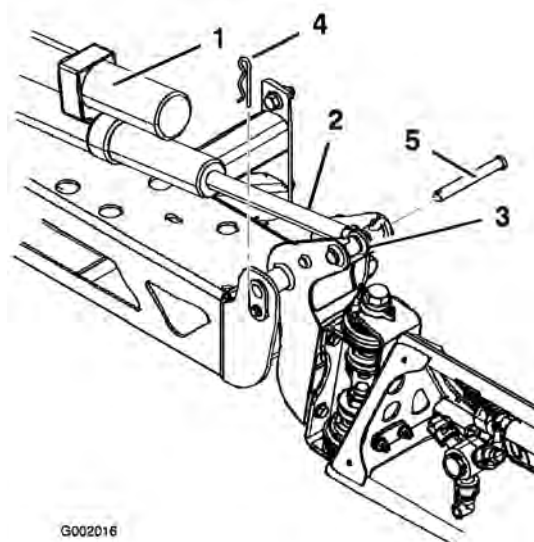

Figura 35
2. Togliete la coppiglia dal perno di articolazione (Figura 35).
3. Sollevate la barra e togliete il perno (Figura 35). Abbassate lentamente la barra al suolo.
6. Alzate la barra per allineare il perno con l'asta dell'attuatore. Tenete ferma la barra e inserite il perno attraverso il perno della barra e l'asta dell'attuatore (Figura 35).